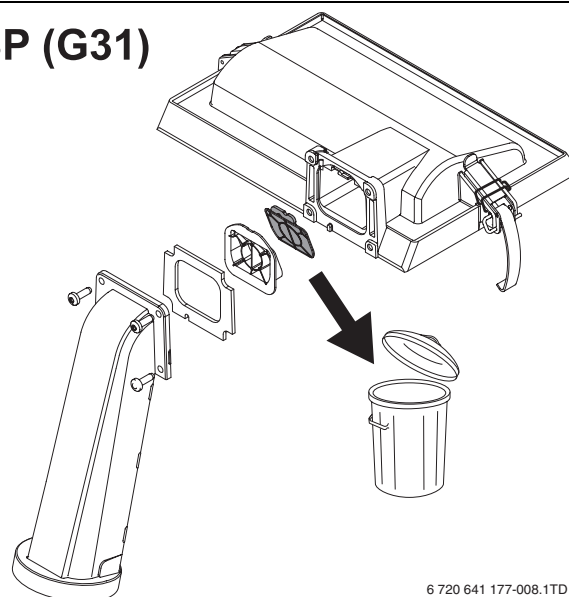

Fig. 29 Rimuovere la sicurezza antiriflusso gas combustibili
- 1) Smontare la sicurezza antiriflusso gas (→ fig. 29).